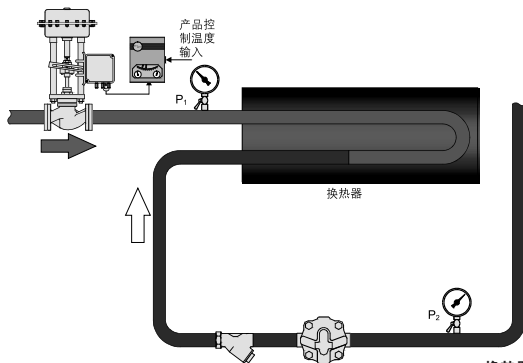

图 71
2. 蒸汽压力下降，冷凝水回收管道中的背压大于控制阀后的蒸汽压力 ($P_1 < P_2$)，换热器积水。见图 71 中所示。